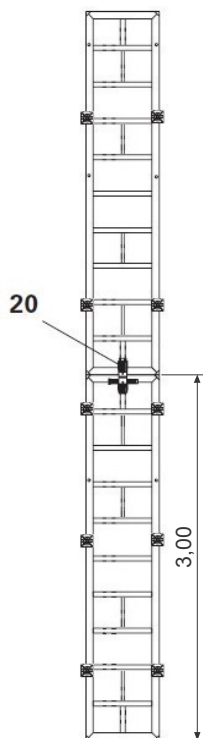

Рис. 55
При наращенных единицах (TR/MR 30, 44, 50, 60, 72, 80) высотой 6,00 м и более, соединения элементов выполняются только с помощью выпрямляющего замка BFD (20) (Рис. 55)